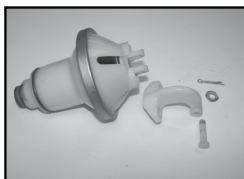

Figure 4b
- 5) Retirez la goupille fendue de la connexion du levier du pivot de l'assemblage de la pompe à membrane. Retirez le levier et la quincaillerie de connexion de l'assemblage de pompe à membrane (Fig. 4b et 4c).